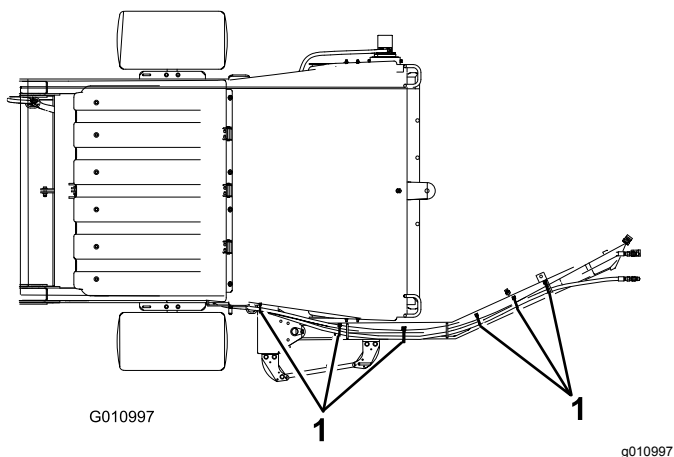
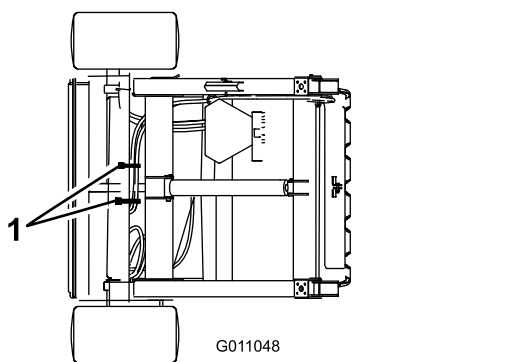

図 12
図 13
2. 油圧ホースとワイヤハーネスを 図 12 と 図 13 に示すように固定する。